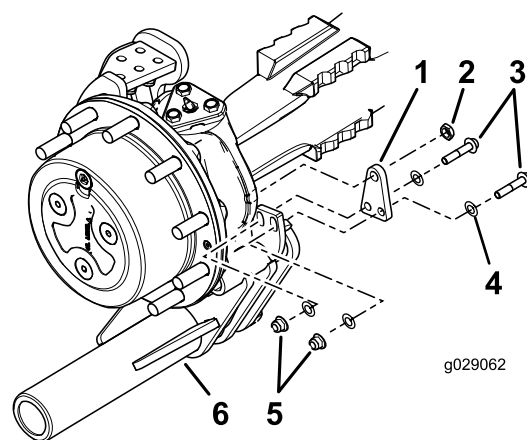

Figura 5
- Deslice un soporte de dirección (Figura 5) por el taladro superior hacia el extremo del perno del limitador de dirección.
- Instale el soporte de dirección en el soporte de montaje del bastidor con 2 pernos (M12—1.75 x 60 mm, Clase 8.8) y 2 contratuercas (M12—1.75, Clase 8.8) en los taladros inferiores; instale una tuerca hexagonal (M16, Clase 8.8) en el taladro superior como se muestra en Figura 5.